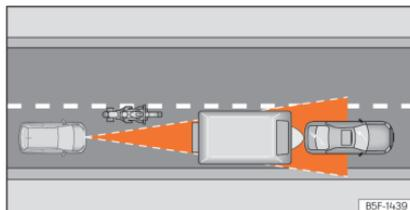

Fig. 140 Motociclo que circula à frente, fora do raio de alcance do sensor de radar.
- Veículos que circulem desalinados ou fora da zona de deteção do sensor, por exemplo, motociclos »» **Fig. 140**.